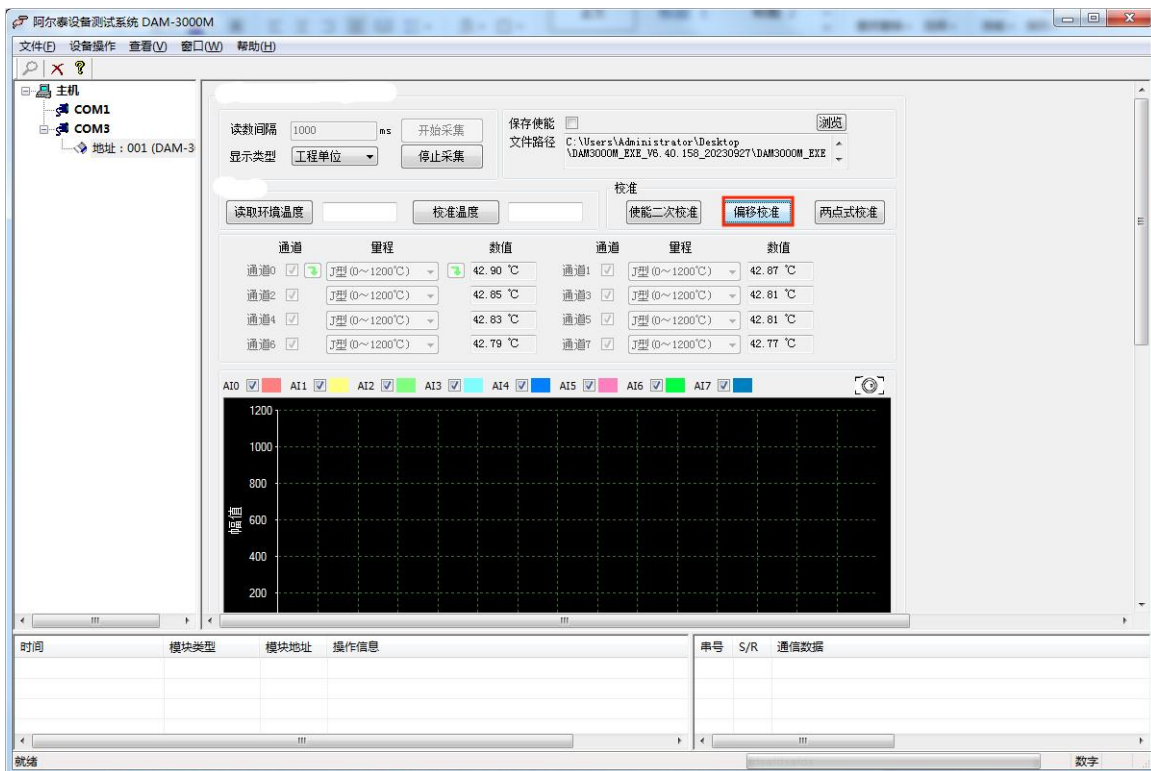

图 12
1、偏移校准：模块输出具有线性度，若传感器线性度满足要求可进行偏移校准，即在当前采集值相加或减去偏移值，用来实现数据线性数据的校准,如下例图 12。